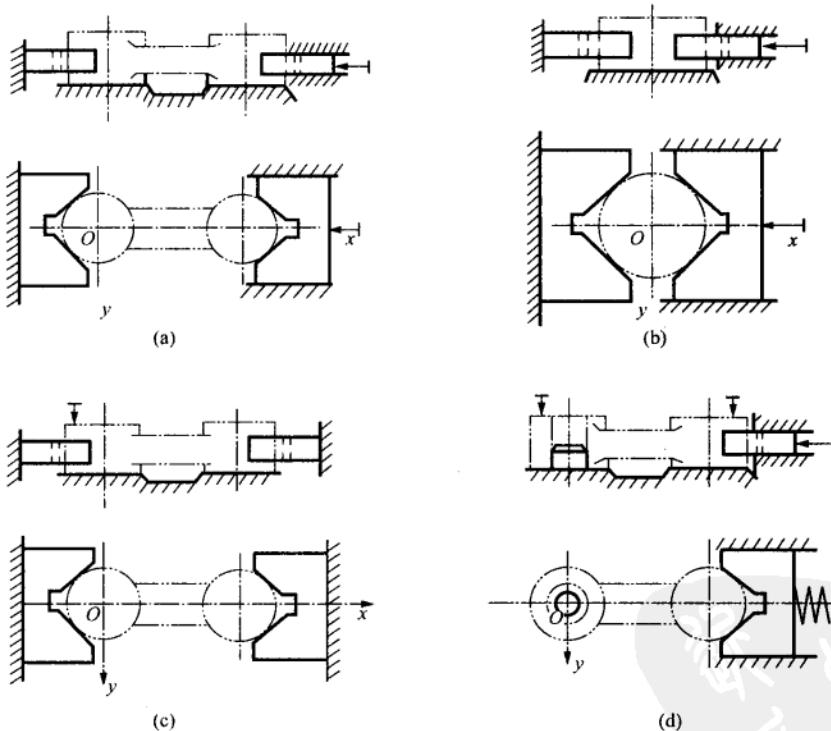

图 2.6 孔加工的定位方案
(24) 图 2.6 分别为连杆及圆盘铸件中孔加工的定位方案。铸件两端面均已加工过, 其余表面未加工。试分析各定位方案中, 各个定位元件所消除的自由度。如果属于过定位或欠定位, 请指出可能出现什么不良后果, 并提出改进方案。